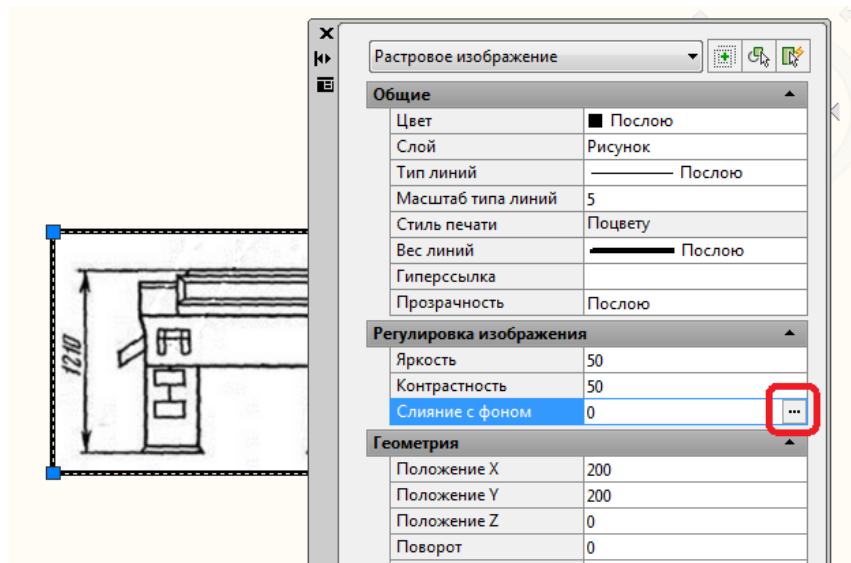

Рисунок 11.4
– Панель "Стандартная" – кнопка "Свойства" => панель "Свойства" (рис. 11.4);